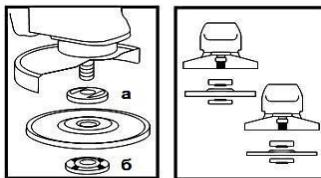

Рисунок 2
4.4 Встановіть на виріб шліфувальний або відрізний круг. Для цього натисніть на кнопку фіксації шпинделя (1) і поверніть його до такого положення, при якому він зафіксується. За допомогою вилочного ключа з комплекту виробу відверніть і зніміть затискну гайку (6) (дивіться рисунок 2). Ключ, для більшої зручності можна розмістити у спеціальному отворі рукоятки (4). Встановіть шліфувальний диск на посадкове місце фланцевої шайби (а) (рисунок 2), наживіть рукою затискну гайку на шпиндель і затягніть її ключем з комплекту пристладу.